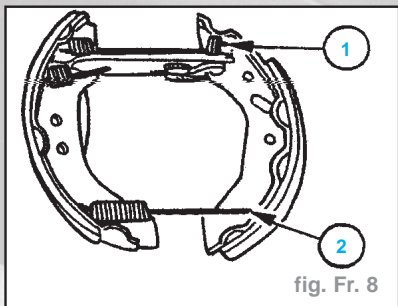

fig. Fr. 8
- Déposer les ressorts de détente inférieur (2) et supérieur (1) (fig. Fr. 8).